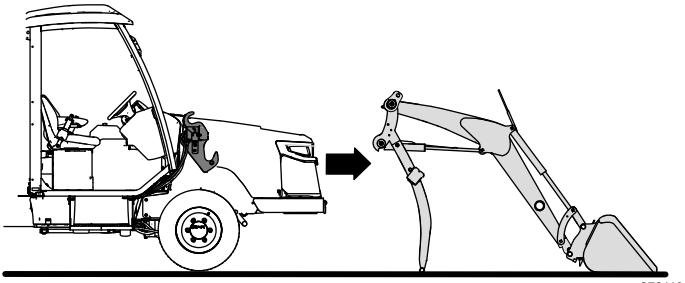

Bild 50
2. Starten Sie den Motor und fahren Sie die Maschine langsam bis zu den Hubarmen (Bild 50).